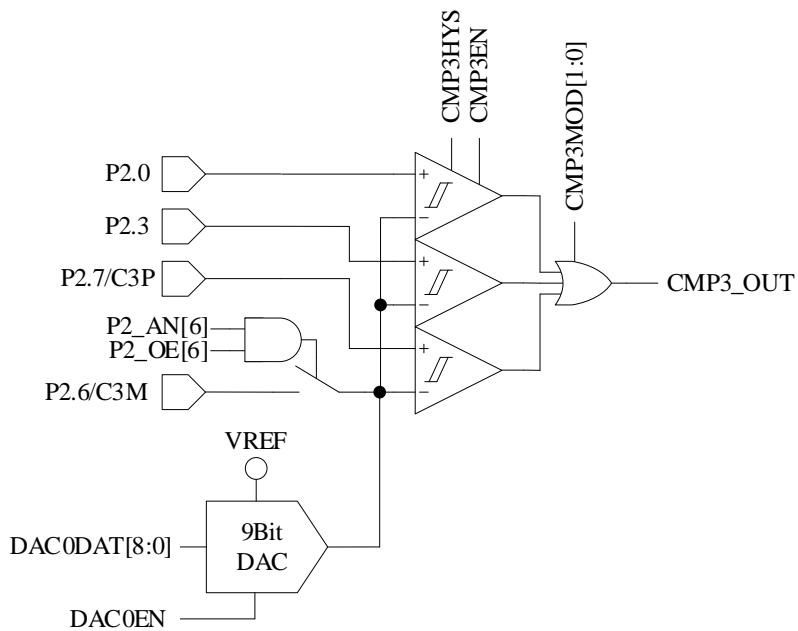

图 29-4 三比较器输入模式
- 配置 $CMP_CR1[CMP3MOD] = 1X$ ，CMP3 为三比较器输入模式，具体输入输出端口接法如图 29-4 所示